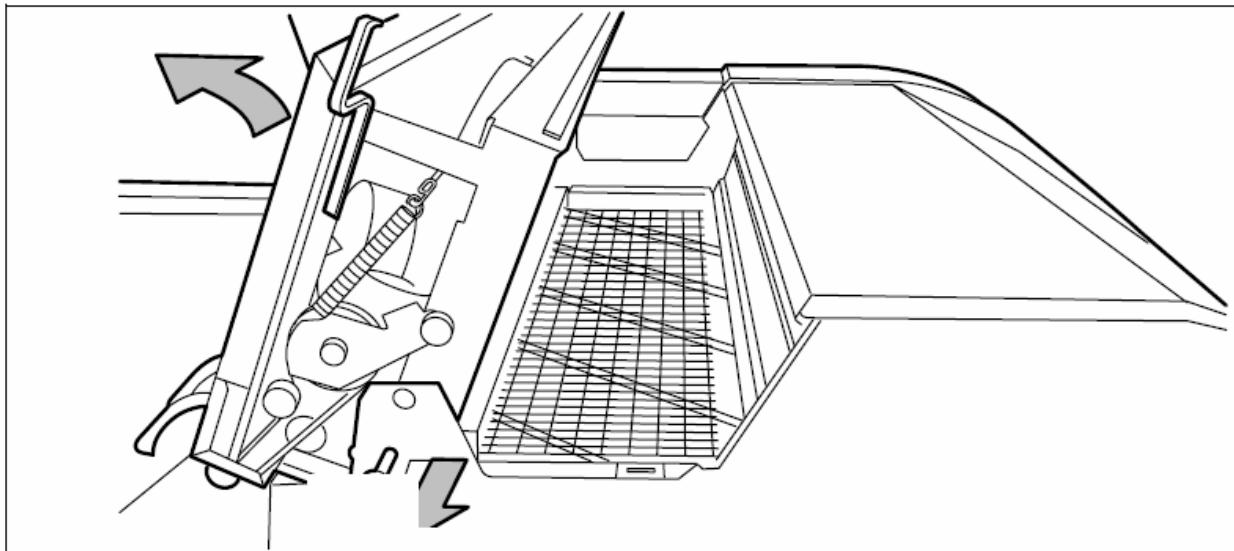

Рисунок 131. Открывание крышки секции термического спекания
5. Откройте секцию термического спекания, поднимая крышку с помощью ручки зеленого цвета (смотрите рисунок 131).
3. Откройте секцию термического спекания, поднимая крышку с помощью ручки зеленого цвета (смотрите рисунок 131 на странице 170).